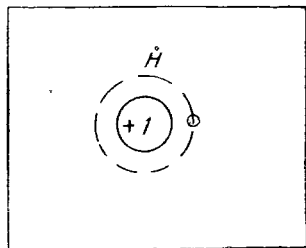

Рис. 1. Схема атома водорода
Если ядро имеет несколько положительных зарядов, то столько же электронов вращается вокруг него. Так например, атом водорода (H), занимающего первое место в Менделеевской системе, по этой теории, состоит из ядра, обладающего только одним положительным зарядом, и из одного электрона, вращающегося вокруг этого ядра. Схема атома водорода показана на рис. 1, где сплошной кру-